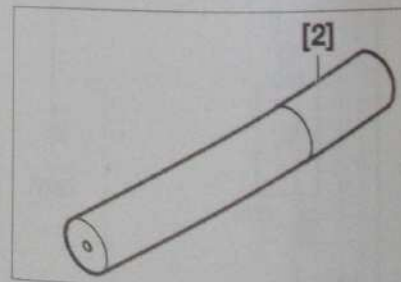

Fig. 4
- [2], Outil de blocage du volant moteur Ø 11,6 mm (réf : 0194-C) (Fig.4).